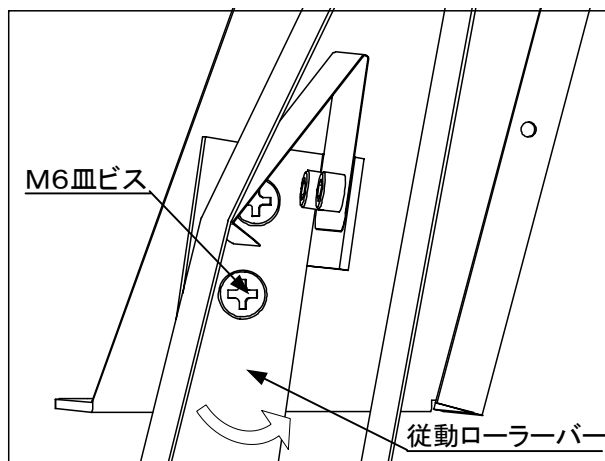

図8
- ③ 図8に示すM6皿ビスを1本外します。
- ④ 従道ローラーバーを図8に示す矢印の方向に動かし、ベルトを緩めて、ベルトを取り外します。
- ⑤ 新しいベルトを取付けます。ベルトには向きがあるので注意して下さい。
- ⑥ 従動ローラーバーを元のようにM6皿ビスで固定します。